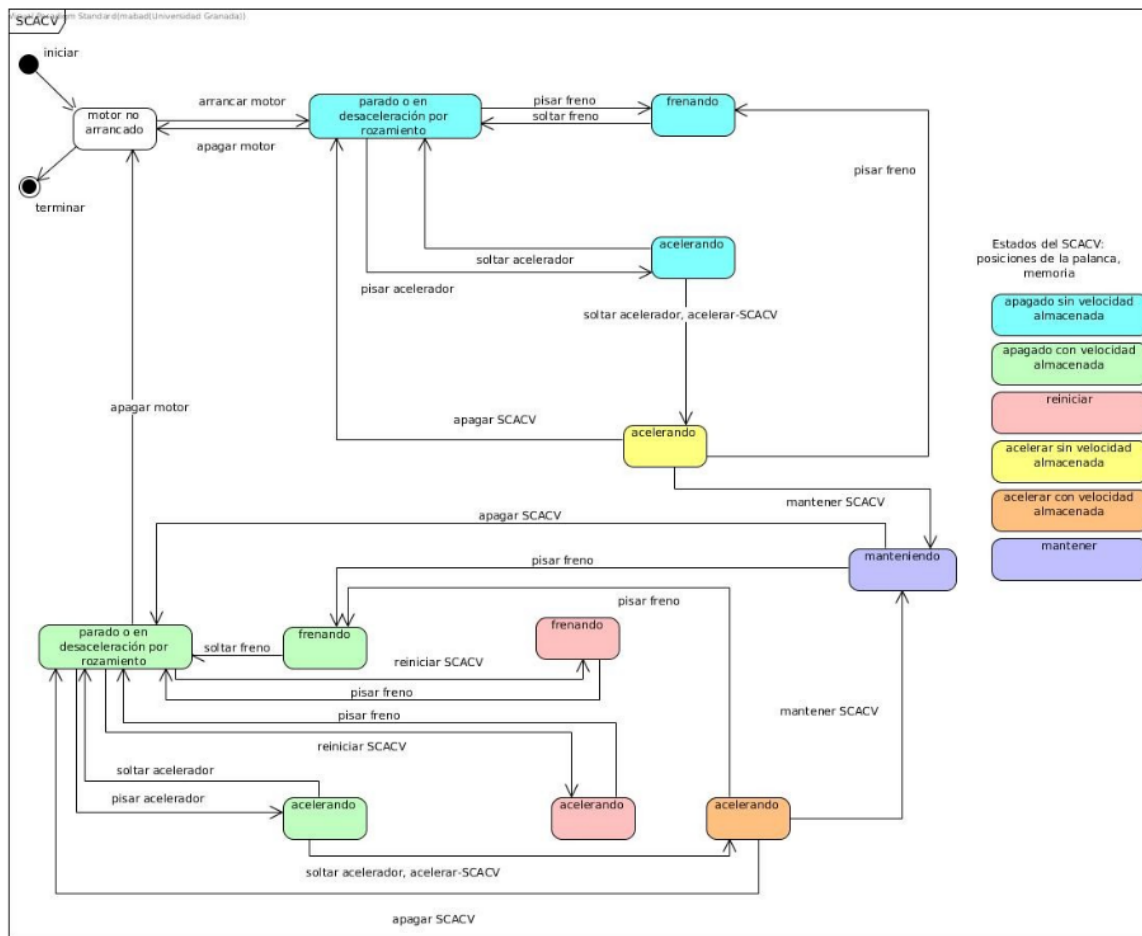

Figura 2.1: Autómata finito que representa los estados del vehículo y el SCACV y las transiciones entre ellos.
- Se pretende desarrollar un sistema de control automático de la velocidad para automóviles controlable mediante una palanca de cuatro posiciones y el pedal del freno, existiendo también el pedal del acelerador. Inicialmente el vehículo funcionará en modo manual, y el conductor usará los pedales del freno y del acelerador. Es importante que la velocidad de “cruce” del vehículo se mantenga, una vez alcanzada, ya que una velocidad superior a la necesaria implica un desperdicio de potencia consumida por el motor (y actualmente una retirada de puntos del carnet), por lo cual ha de mantenerse a toda costa. Para ello, el conductor pondrá la palanca del SCACV en la posición acelerar a la vez que suelta el pedal de aceleración y una vez alcanza la velocidad deseada, cambiará la palanca del SCACV a la posición de modo automático (estado “manteniendo”), cuando el vehículo alcance la velocidad deseada. Así, el vehículo mantendrá la velocidad de cruce. Para ello debe tenerse en cuenta el autómata de la Figura 2.1.
En la Figura 2.1 se muestra un autómata con los 5 estados (nodos) del vehículo: